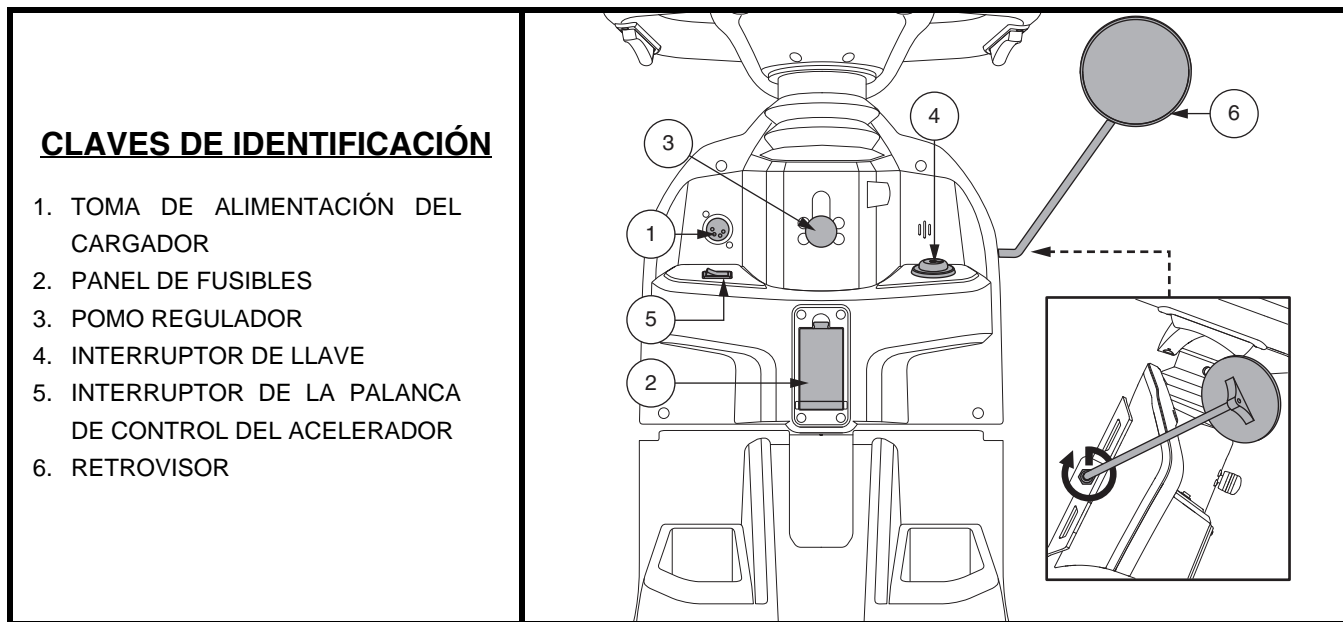

Figura 4. Componentes del manillar inferior
El cable de alimentación del cargador externo se enchufa en esta toma para cargar las baterías. El puerto del cargador externo estará ubicado en el timón. **Ver la figura 4.**
- Introduzca la llave en la cerradura de contacto y gírela en sentido horario para encender el vehículo PMR. **Ver la figura 4.**
Este interruptor determina cuál de las palancas de control del acelerador (la izquierda o la derecha) funcionará. **Ver la figura 4.**